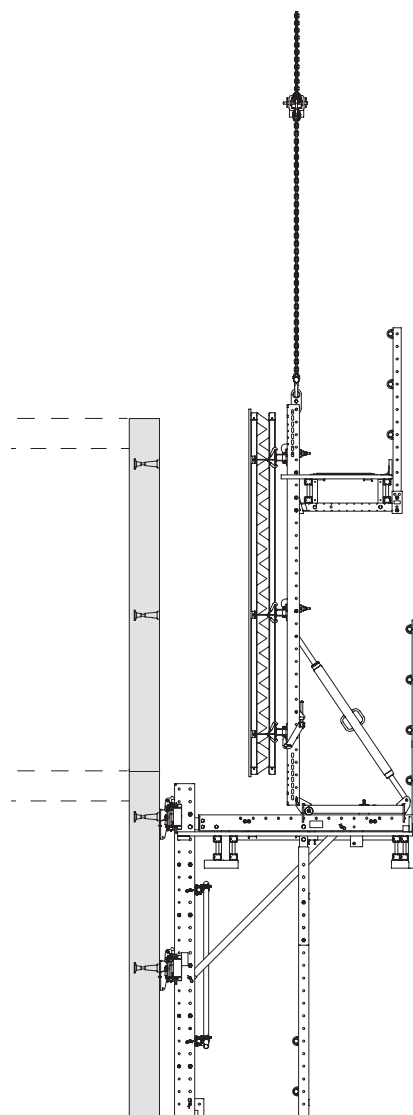

Fig. B6.03
- se fissata alla guida di ripresa con 2 prese di sollevamento BR-2 2,5 t (9) max. 5 t,
- se fissata (2x) direttamente al distanziatore della guida di ripresa RCS max. 9 t. (Fig. B6.03)